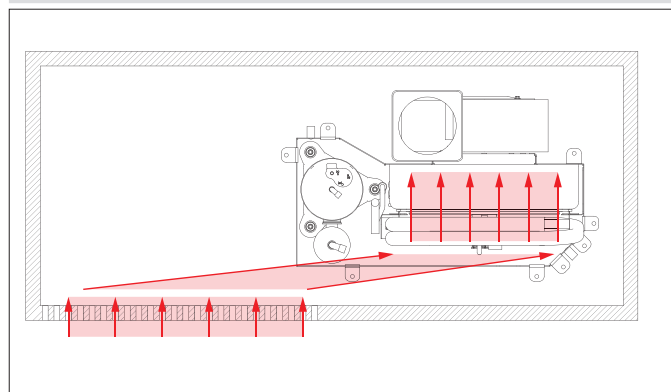

Рис.8 Воздухозаборная решётка расположена со смещением
- Воздухозаборная решётка должна быть смещена, чтобы засасываемый воздух не проходил напрямую на вход испарителя. Таким образом можно значительно снизить шум на всасывании вентилятора. См. Рис.8.